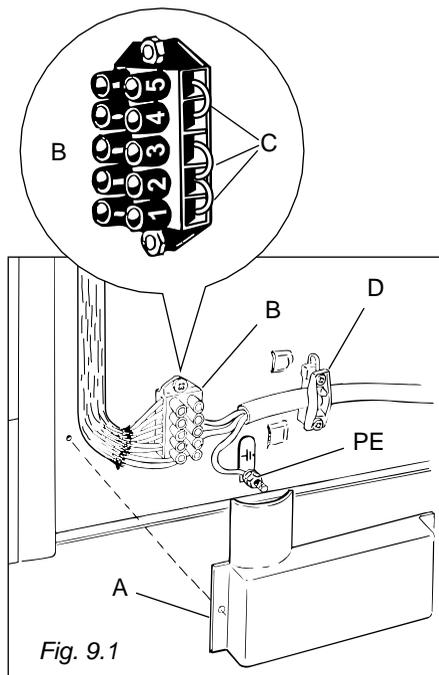

Fig. 9.1
- Svitare le viti di fissaggio della protezione **A** dietro la cucina (Fig. 9.1).
- Posizionare i cavallotti **C** sulla morsettieria **B** (Fig. 9.1) secondo lo schema di fig. 9.2.
- Infilare nel fissacavo **D** il cavo di alimentazione di sezione adeguata come descritto nel capitolo “Sezione dei cavi di alimentazione” (Fig. 9.1).
- Collegare i cavi alla morsettieria **B** secondo lo schema della figura 9.2 o i cavi di fase alla morsettieria **B** ed il cavo di terra al morsetto **PE** (fig. 9.1).